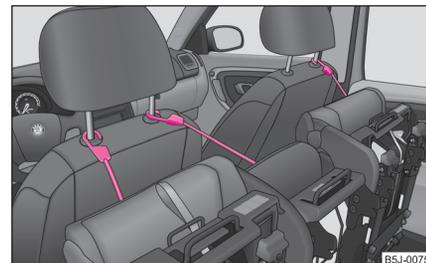

Abb. 53 Vorgeklappte Sitze sichern
- Sichern Sie den vorgeklappten Sitz mit Hilfe des Befestigungsgurts an einer Führungsstange der Kopfstütze des vorderen Sitzes ⇒ Abb. 53.